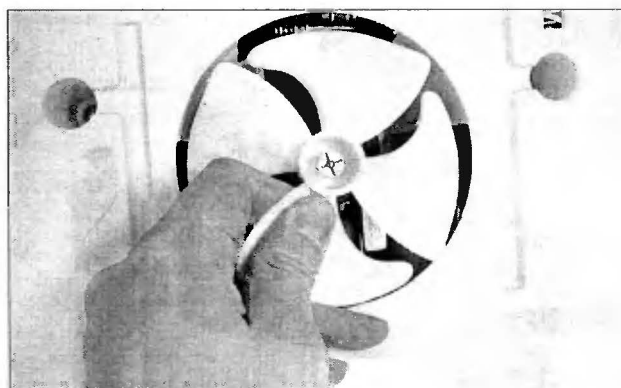

Рис. 8.9
- В случае, если идентификационный номер равен 2 или 3, заменяют крыльчатку (сервисный код 4812 361 18282) (рис. 8.9).